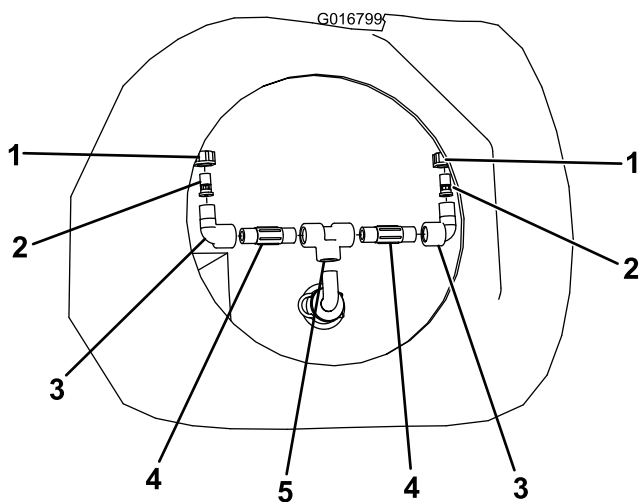

図 1
2. 各T字フィッティングにニップルを取り付ける（図 1）。
4. 各ニップルに攪拌ノズル 1 個とナット 1 個（1/2 インチ）を取り付ける（図 1）。